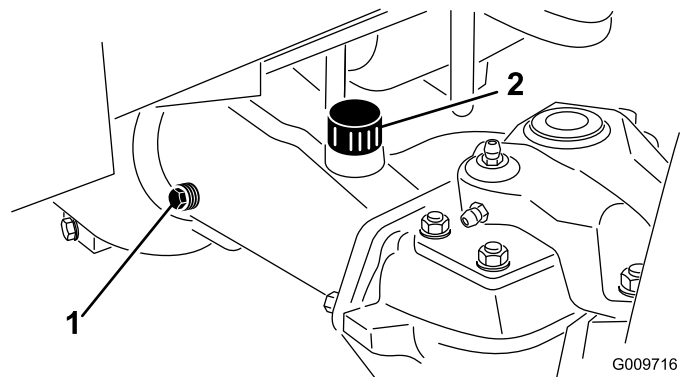

Figure 67
2. Enlevez un bouchon de contrôle à une extrémité du pont arrière et vérifiez que le lubrifiant atteint la base de l'orifice (Figure 67).